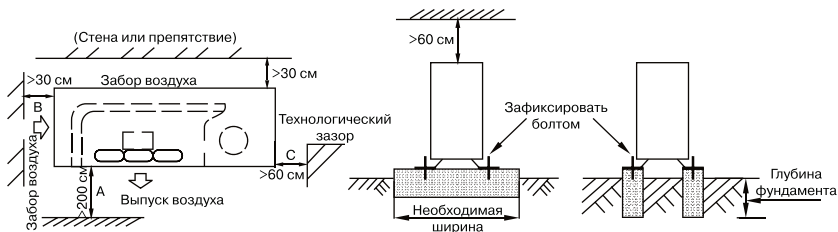

Рис. 28
6. Наружный и внутренний блоки должны располагаться как можно ближе друг к другу. Минимальные расстояния между наружным блоком и препятствиями, показанные на монтажных схемах, могут отличаться от расстояний в условиях монтажа в герметичном помещении. Необходимо оставить открытый доступ в трех направлениях А, В, и С. [Рис. 28]